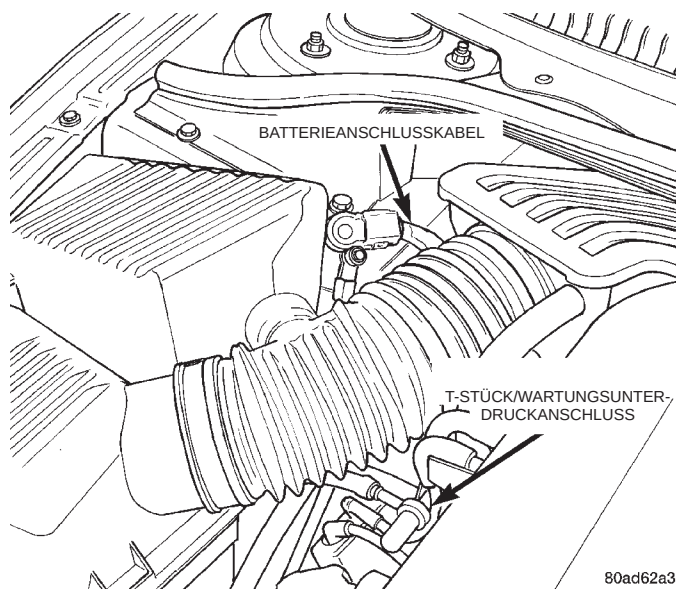

Abb. 23 Batterieanschlußkabel
(4) Das Batterieanschlußkabel abklemmen (Abb. 23).